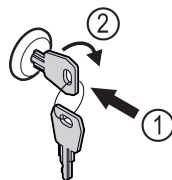

Fig. 150
- ▶ Įspauskite raktą Fig. 150 (1).
- ▶ Pasukite raktą 90° pagal laikrodžio rodyklę Fig. 150 (2).